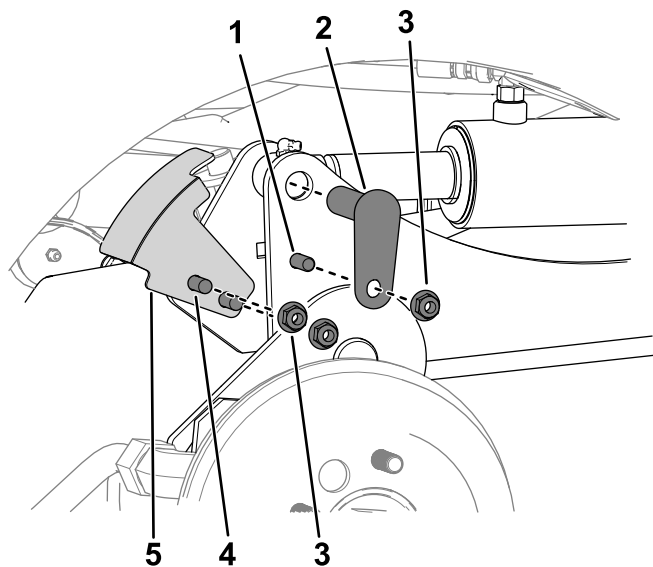

图 3
- B. 卸下将传感器支架固定到右提升臂的 2 个托架螺栓和 2 个螺母 $\frac{3}{8}$ 英寸 **图 3**。
- C. 卸下将提升臂固定到油缸上的 2 个螺栓 $\frac{3}{8}$ x 1 $\frac{1}{4}$ 英寸、2 个螺母 $\frac{3}{8}$ 英寸和 2 个小销钉 **图 3**。